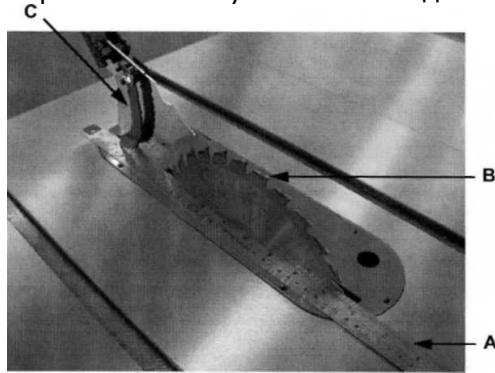

рис. 13
- Поместите линейку (см. рис. 13) на столе, так что бы край упирался в пильный диск (B, рис 13) и расклинивающий нож (C, рис. 13). Поверните пильный диск так, чтобы верхняя часть зуба пильного диска касалась линейки.